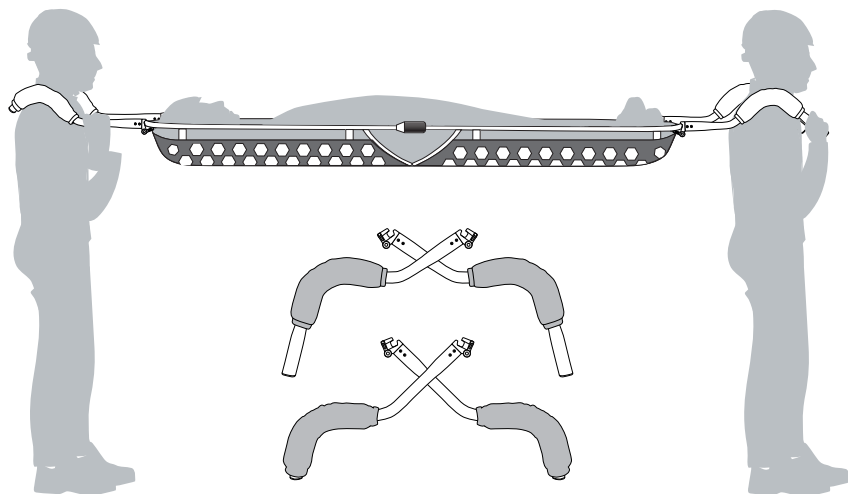

Fig.2
| Trasporto manuale mediante i manici 880060KITKK (componenti opzionali) - (fig. 2) | 300 kg |
- a) Manici, per il trasporto "a spalla" (fig. 2),